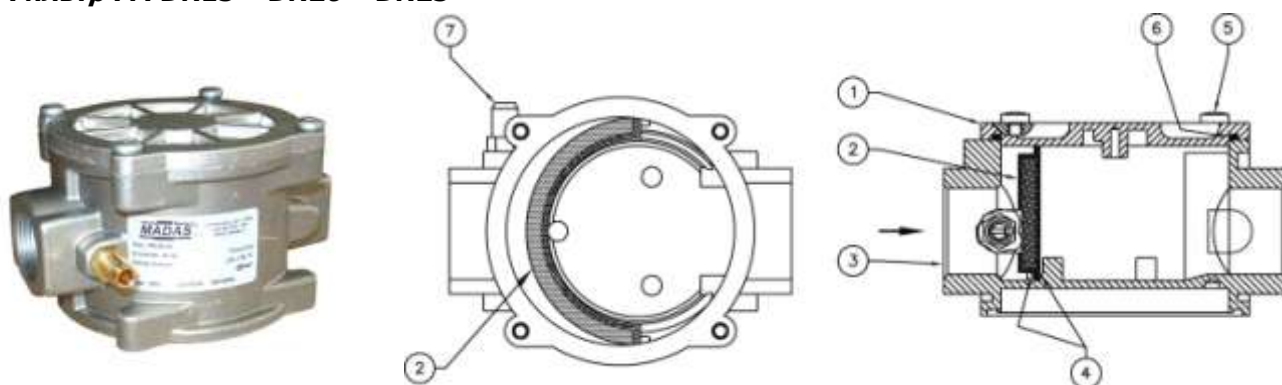

Рис. 2
Фильтры (рис. 2) состоят из: крышка (1); фильтрующий элемент (2); корпус (3); направляющие фильтрующего элемента (4); винты крепления крышки (5); уплотнительное кольцо (6); штуцер для отбора давления (7).